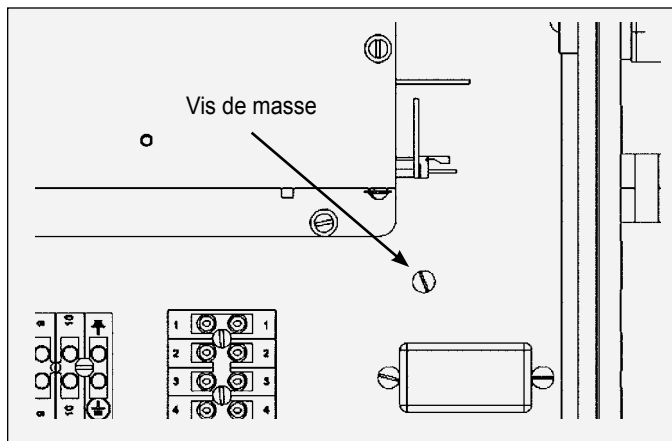

Figure 13 : Vis de masse sur la plaque de socle
3. Le contacteur de débit devrait avoir son fil de masse (vert) raccordé à la vis de masse sur la plaque de socle indiquée sur la Figure 13. Le fil de signal de déclenchement (bleu) devrait être raccordé à l'entrée de signal de déclenchement sur l'embase pour fiche J3-5 raccordée à la carte de circuit imprimé. *Le fil du signal de déclenchement devrait avoir une ferrite blanche reliée à son fil près de la fiche J3-5.*